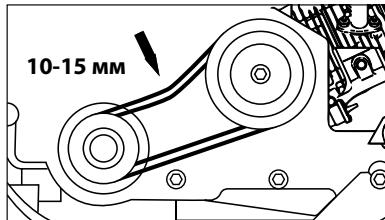
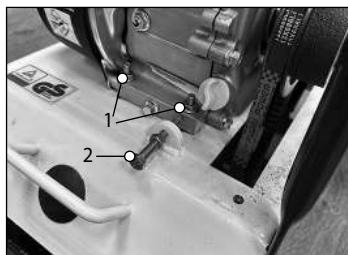

Рис. 18
Рис. 19
4. Правильно натянутый ремень при сильном нажатии пальцем должен прогибаться примерно на 10-15 мм (рис. 18).
1. Ослабьте болты крепления двигателя 1 и болт регулировки натяжения 2 (рис. 19) и с помощью ассистента сдвиньте двигатель относительно вибратора для ослабления натяжения.
3. С помощью ассистента сдвиньте двигатель относительно вибратора для натяжения ремня, как показано на рис. 18, зафиксируйте двигатель с помощью болта регулировки натяжения ремня 2 (рис. 19).
3. С помощью ассистента сдвиньте двигатель в сторону от вибратора, натяните ремень, как показано на рис. 18.